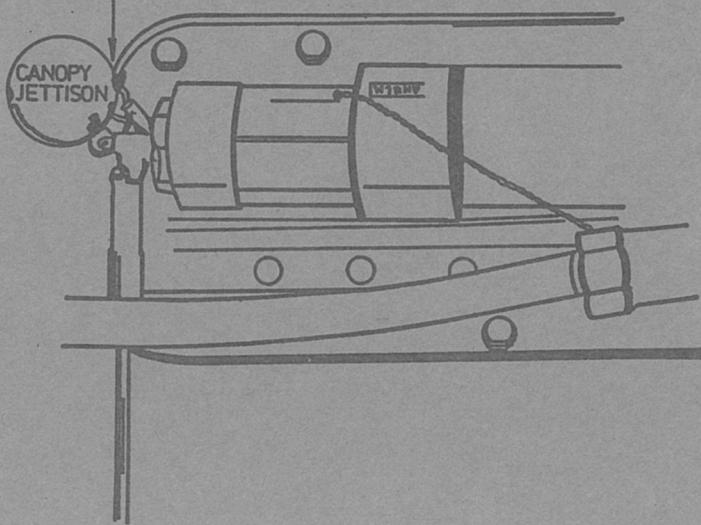

FIG 3
- (3) CANOPY JETTISON SAFETY PIN THROUGH CANOPY JETTISON FIRING UNIT SEAR. (FIG 3)